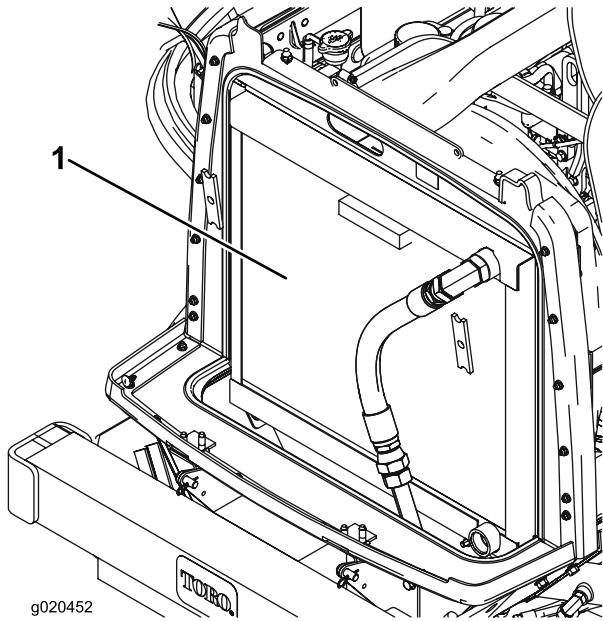

Bild 62
2. Reinigen Sie beide Seiten des Kühlers bzw. Ölkühlers (Bild 62) gründlich mit Druckluft. Blasen Sie Rückstände von vorne nach hinten heraus. Reinigen Sie dann von hinten und blasen Sie nach vorne. Wiederholen Sie dies mehrmals, bis alle Rückstände entfernt sind.